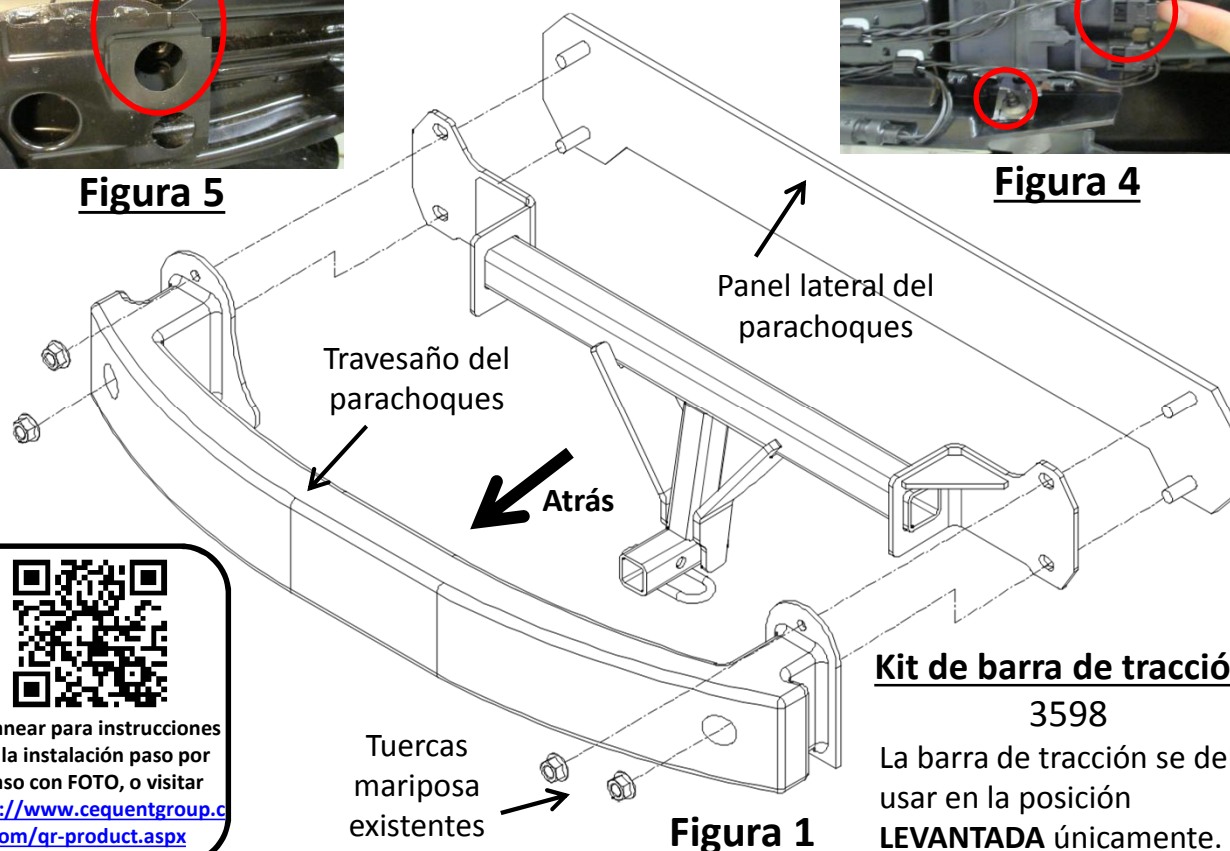

Figura 1
4. Instalación del enganche: levantar el enganche y alinear las ranuras en el enganche con los pasadores en el panel lateral. Levantar el travesaño del parachoques e insertar el enganche en medio, ver la Figura 1. Reutilizar las tuercas mariposa y sin apretar fijarlas.